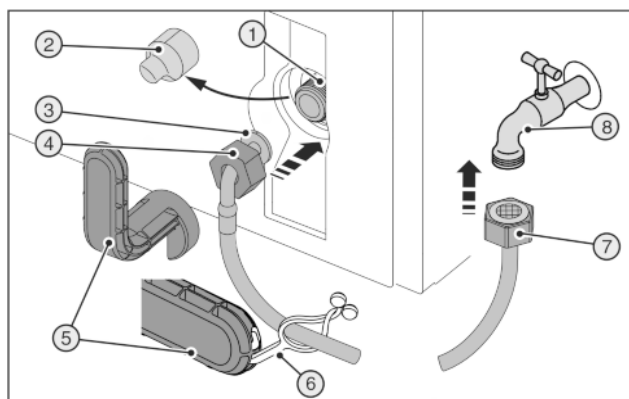
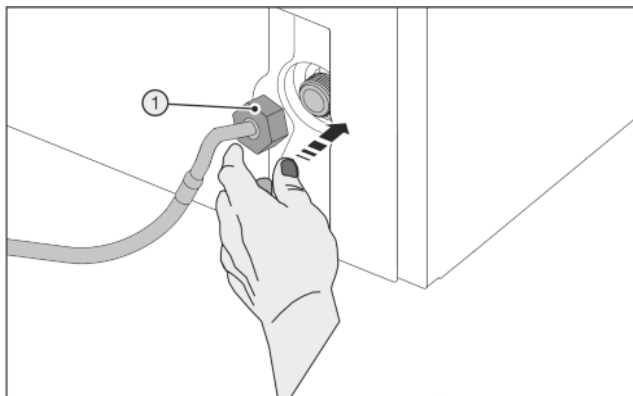

Fig. 45
Fig. 46
Rozbite urządzenie pomocnicze Fig. 45 (5)!
- ▶ Narzędzie pomocnicze Fig. 45 (5) stosować wyłącznie w temperaturze pokojowej.
- ▶ Zdjąć osłonę Fig. 45 (2).
- ▶ Ułatwiony montaż: Prostą końcówkę węża Fig. 45 (7) ułożyć na podłodze, po lewej stronie.
- ▶ Nasunąć nakrętkę Fig. 45 (4) na zagiętą końcówkę węża Fig. 45 (3) do końca i przytrzymać.
- ▶ Ostrożnie umieścić nakrętkę Fig. 46 (1) i przykręcić prosto dwoma palcami na gwincie, aż do uzyskania pewnego mocowania.
- ▶ Nakrętkę Fig. 46 (1) dokręcić przy użyciu narzędzia pomocniczego Fig. 45 (5) w kierunku zgodnym z ruchem wskazówek zegara do momentu osiągnięcia maksymalnego momentu obrotowego i przekręcenia narzędzia pomocniczego Fig. 45 (5).
- ▶ Przykręcić nakrętkę Fig. 45 (7) do zaworu odcinającego Fig. 45 (8).
- ▶ Nakrętkę Fig. 45 (7) dokręcić przy użyciu narzędzia pomocniczego Fig. 45 (5) w kierunku zgodnym z ruchem wskazówek zegara do momentu osiągnięcia maksymalnego momentu obrotowego i przekręcenia narzędzia pomocniczego Fig. 45 (5).
- ▶ Otworzyć zawór odcinający Fig. 45 (8) zasilania wodą i sprawdzić szczelność całego systemu wodnego.
- ▶ Nakładkę Fig. 45 (6) zaczepić w narzędziu pomocniczym Fig. 45 (5) i przymocować do węża z pancerzem ze stali nierdzewnej w celu przechowania.